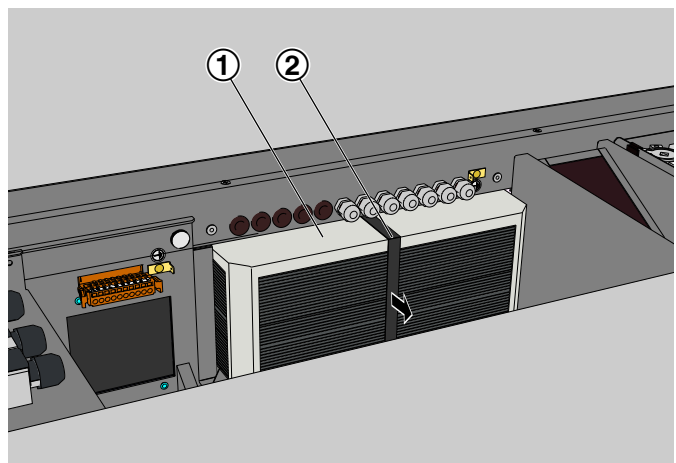

Abb. 29
8. ▶ Wärmerückgewinner (Abb. 29/1) an der Lasche (Abb. 29/2) in Pfeilrichtung herausziehen und nach oben entnehmen.
Wärmerückgewinner (Abb. 29/1) mit warmem Wasser (max. 40 °C) ausspülen (z. B. mit einem handelsüblichen Duschkopf).